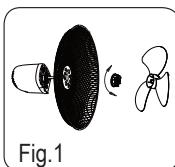

Fig.1
3. Verwijder de waaierbout en plastic moer door de waaierbout rechtsom te draaien (of neem de waaierbout uit het zakje) en draai de plastic moer linksom. Plaats het achterste beschermrooster in de juiste positie (hendel naar boven) en draai de plastic moer vast. (Afb. 1).